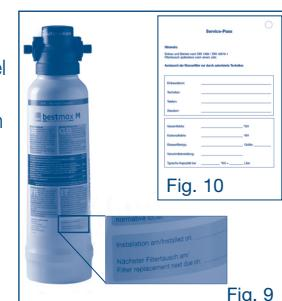

Fig. 9
2. Antes de instalar la bujía filtrante, escriba en la etiqueta adjunta del filtro (consulte la Fig. 9) la fecha de la instalación y la fecha en la que debe sustituirse (como mucho 12 meses más tarde). También puede llenar completamente el documento Service-Pass opcional (consulte la Fig. 10) y sujetarlo a la cabeza filtrante con una brida.